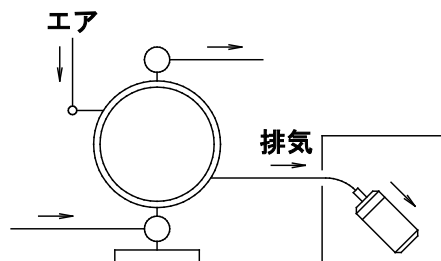

Fig.3.2
- *排気は液体中ではなく外部に開放してください。方法は後述の<NOTE>外部排気の方法 Fig.3.2を参照してください。